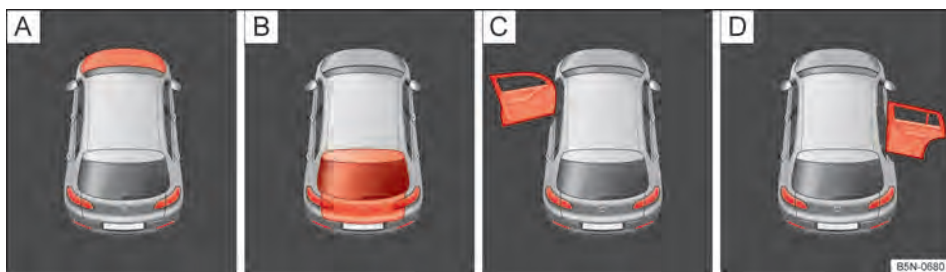

Fig. 13 No display do instrumento combinado: indicadores de status da tampa do compartimento do motor, da tampa do compartimento de bagagem e das portas.
Indicadores de status Fig. 13:
- Portas, tampa do compartimento do motor e tampa do compartimento de bagagem abertas ⇒ Fig. 13